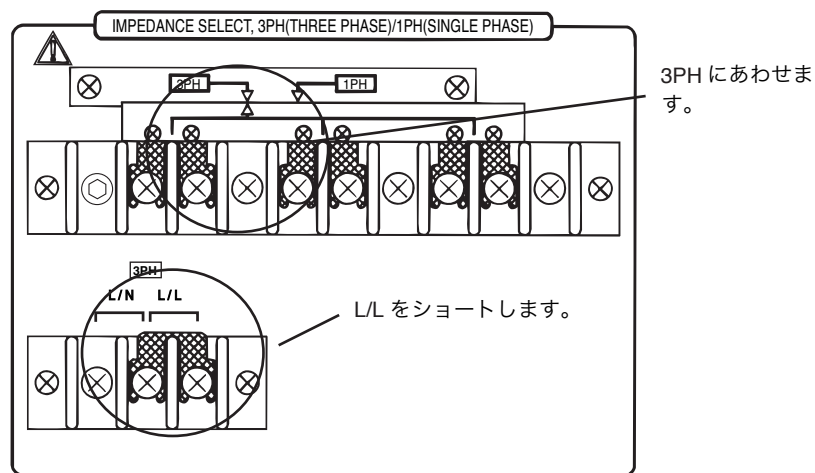

図 2-3 三相回路の設定
1. 端子盤の接続が図 2-3 のように設定されているか確認します。